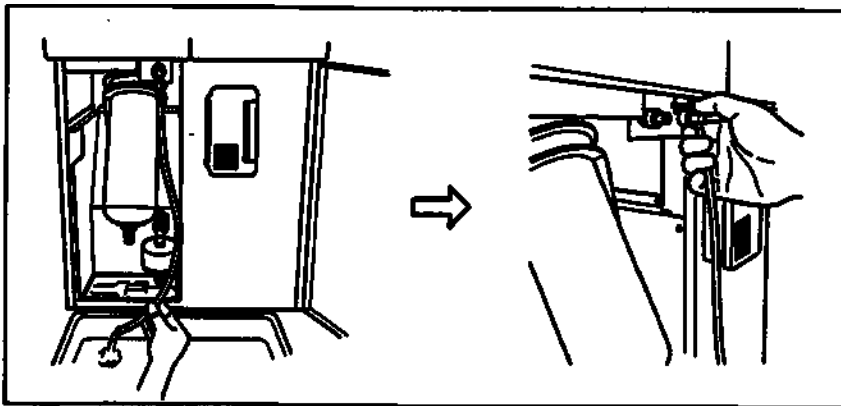

Рис. 6.4
9. Когда дезинфицирующий раствор начнёт вытекать из трубки от фильтра, отсоедините трубку от коннектора (см. рис. 6.4).